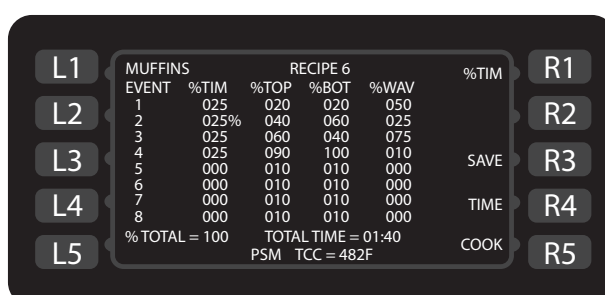

Figure 20 : Écran Recipe Edit (Modifier recette)
5. Dans l'écran Recipe Edit (Modifier recette) (Figure 20), modifiez le nom du groupe de recettes :
5. Appuyez sur la touche Bas pour déplacer le curseur jusqu'au champ «Event Setting» (Réglage d'événement) souhaité (Figure 20).
REMARQUE : Le champ actuellement sélectionné s'affiche en haut à droite de l'écran. À la figure 20, le curseur se trouve dans la colonne % Time (% temps).